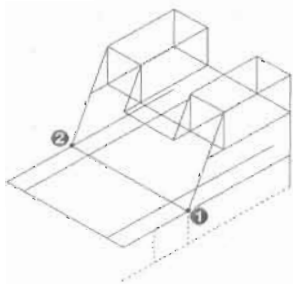

图 11-38
(6) 下面继续复制直线, 复制效果如图 11-38 所示, 命令执行过程如下。
//选择图 11-38 中的虚线部分
//捕捉图 11-38 中的点 1
//捕捉图 11-38 中的点 2